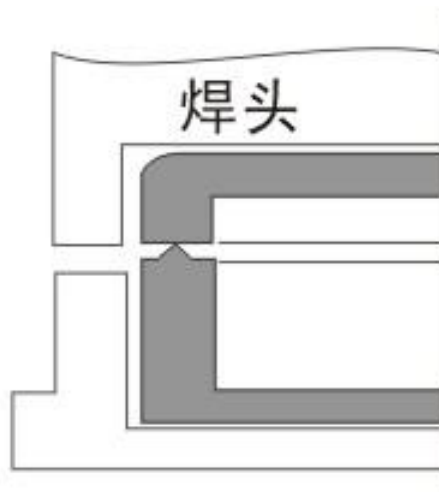

图 16
**焊头加底模定位：**如图 16 所示，采用这种设计一般用于特殊情况，并不实用及常用。